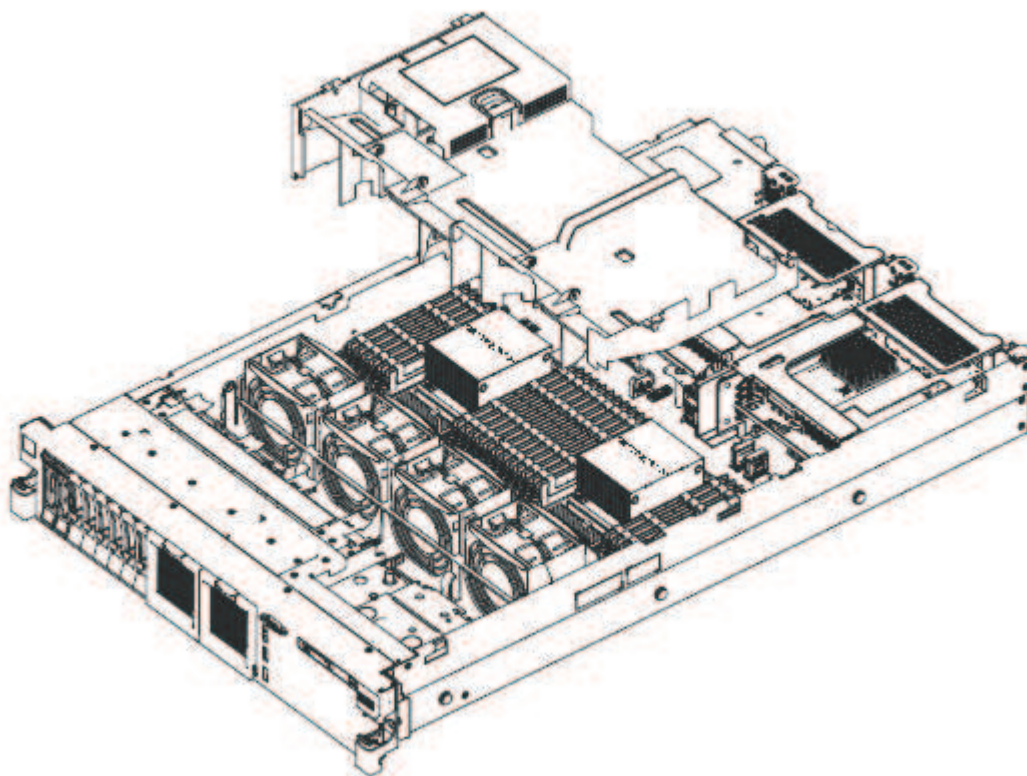

Figura 59. Removendo a placa defletora de ar
2. Coloque os dedos embaixo da frente e de trás da parte superior da placa defletora de ar. Em seguida, levante a placa para fora do servidor, conforme mostrado em Figura 59.